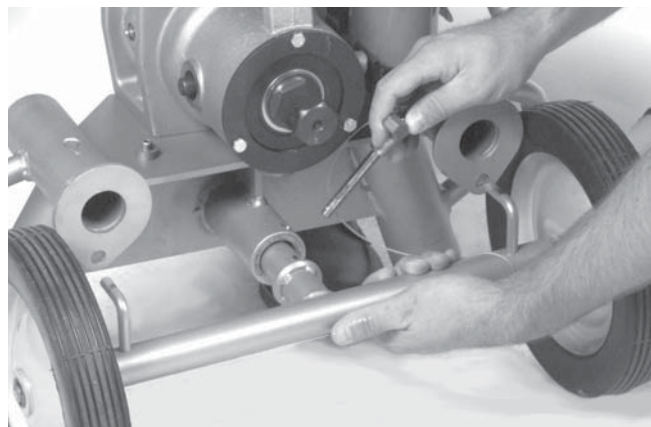

Рисунок 3 – Снятие тележки
1. Чтобы снять желобонакатчик с тележки № 32, вытащите штифт и уберите тележку (рисунок 3).